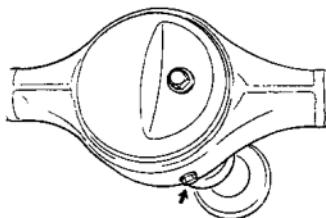

图 13-2
(3) 卸下位于桥壳底部的放油口螺塞，将桥壳内的润滑油放出到容器中（图 13-2）。